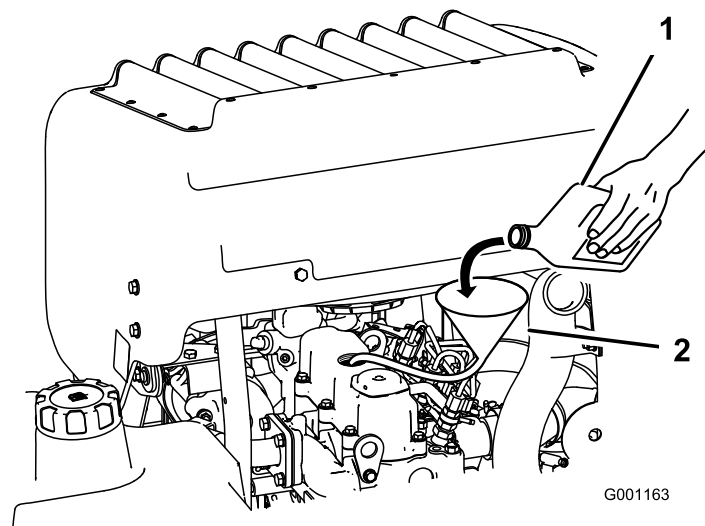

Figura 46
3. Per versare l'olio nel motore, utilizzate un flessibile ed un imbuto adatto (Figura 46).